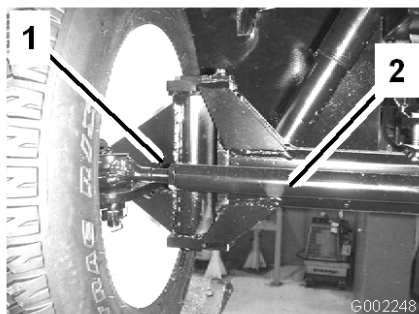

Figura 51
3. Si la distancia no está en el intervalo especificado, afloje las contratuercas en ambos extremos de la biela (Figura 51).